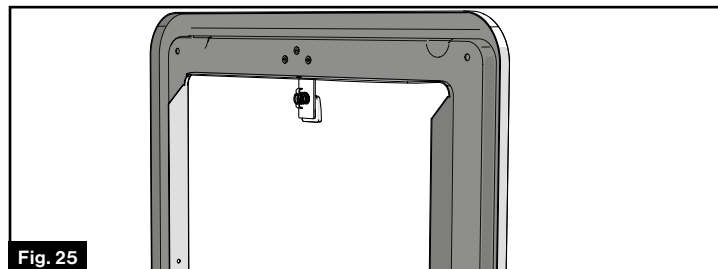

Fig. 25
- Appliquez un matériau d'étanchéité adéquat, par exemple du ruban butyle ou de la mousse d'étanchéité (largeur recommandée) : 1 po, non fourni, sur toute la face arrière du cadre de la porte, les zones de rebord et les trous. (Fig. 25)